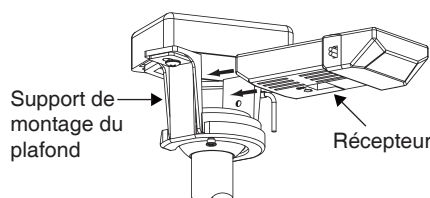

Fig. 8
2. Insérez le récepteur dans le support de montage, la face plate du récepteur face au plafond. (Fig. 8)